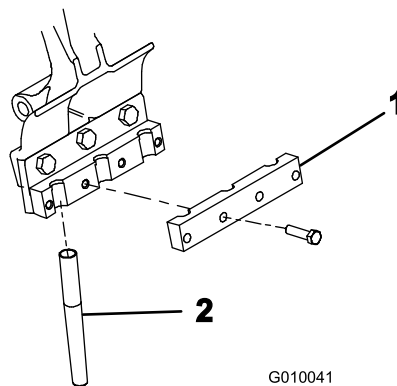

Рисунок 24
4. К каждому держателю зубьев свободно прикрепите четырьмя болтами (3/8 x 1-1/2 дюйма) зажим зубьев (Рисунок 24). Не затягивайте болты.